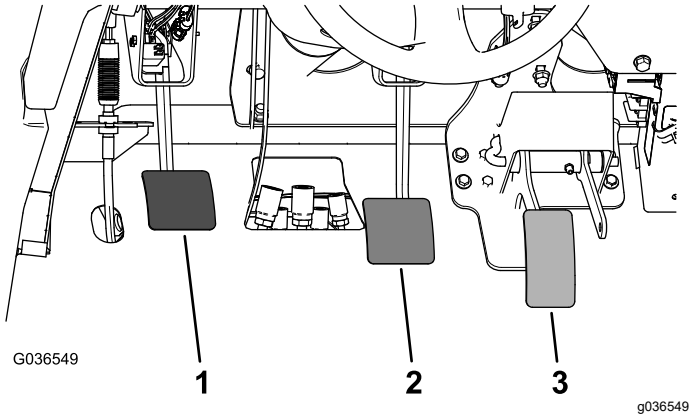

图 61
2. 抬起刹车踏板图 61 直至它接触到机架。
3. 松开将汽缸轭固定至主汽缸轴的锁紧螺母图 61。